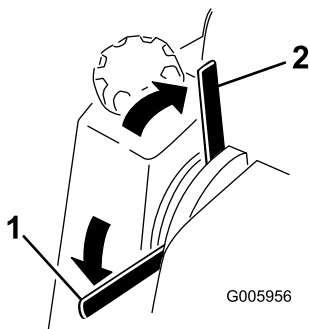

Figure 9
- Pour serrer le frein de stationnement, tournez le levier vers le bas (Figure 9).
- Pour desserrer le frein de stationnement, tournez le levier vers le haut (Figure 9).